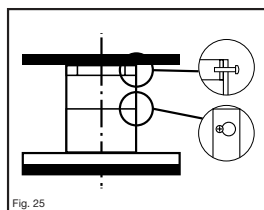

Fig. 25
- Asegure la campana a la pared de manera fija con los tornillos autorroscantes cabeza de avellan de 5 cm de longitud, luego ensamble el ducto superior a la brida con los tornillos self-locking, por último posicione el ducto decorativo inferior en la campana y encaje el ducto en los tornillos antes puestos, una vez ubicado fije el ducto al muro, ver fig. 25.